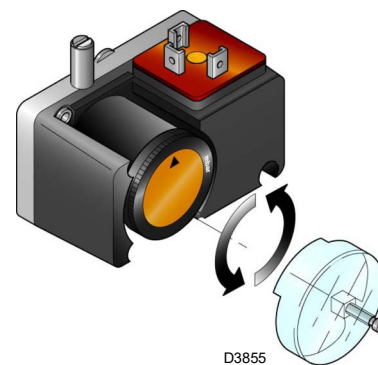

Fig. 32
- Regolare il pressostato per il controllo di tenuta (Kit PVP) (Fig. 32 a pag. 33), se presente, secondo le istruzioni a corredo del kit stesso.
Regolare il pressostato per il controllo di tenuta (kit PVP) (Fig. 32) secondo le istruzioni a corredo del kit stesso.